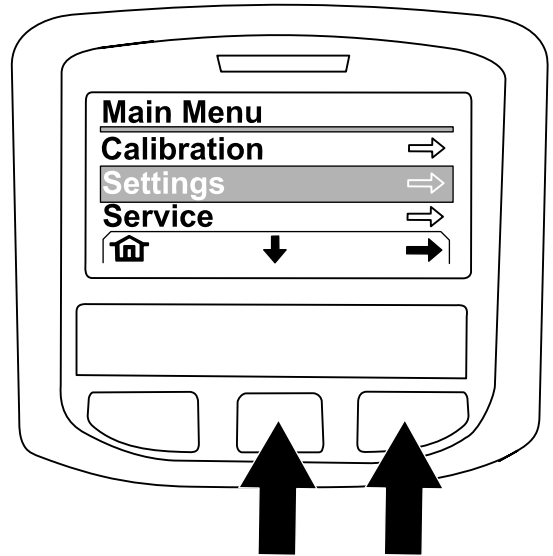

图 225
4. 在MAIN MENU主菜单屏幕上按中间按钮可导航至SETTING设置选项然后按右按钮可选择选项图 225。